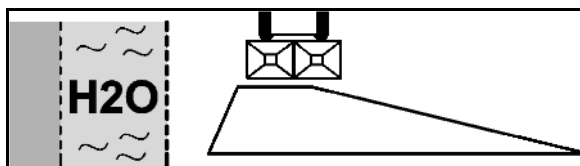

Рис. 45
2. Распределение по канаве в соответствии с предписанием о внесении удобрений (Рис. 45):